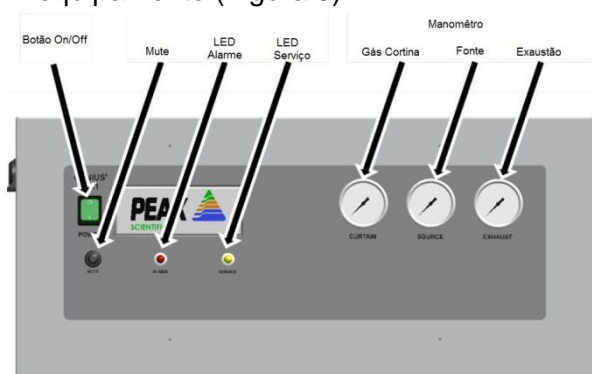

Figura 3. Vista Frontal do Gerador de Gás
- 2.1. Ligar o gerador de nitrogênio Peak Genius 3031 e verificar a pressão no painel do equipamento (Figura 3).